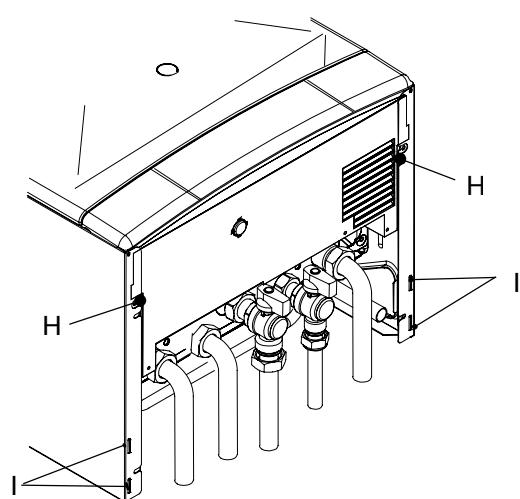

Fig. 5.5
2. Remove the screws H and loosen the screws I .(Fig. 5.5).
2. Отверните болты Н и ослабьте болты I. (Рис.5.5)